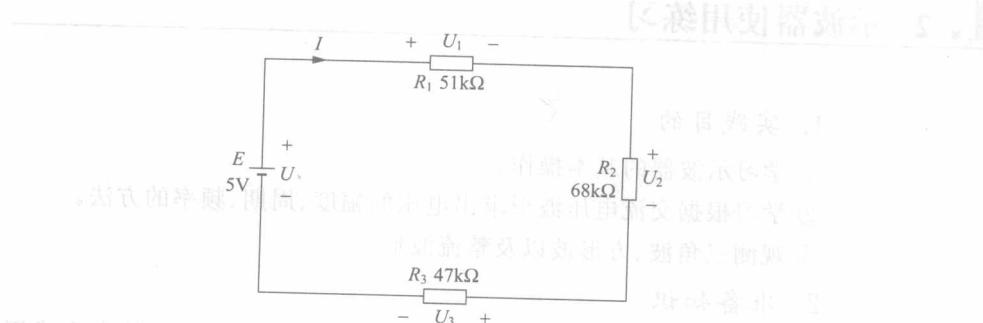

图 1.6 万用表内阻对电压测量准确度的影响电路
电路如图 1.6 所示。
- ① 调整直流电源  $E$  的输出电压为 5V。在接线时要切断直流电源的开关。
- ② 连接图 1.6 所示的电路。
- ③ 选择万用表直流电压 10V 挡测量  $U_1$ 、 $U_2$ 、 $U_3$ 。
④ 断开电源后用万用表的欧姆挡测量各电阻值。结果记录在表 1.3 中。